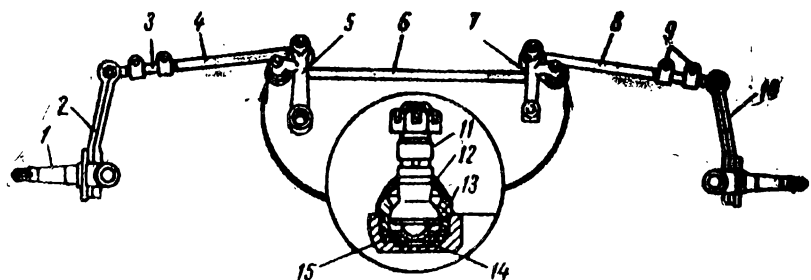

Рис. 47
Задание 104. I. Какая трапеция единая (неразрезная) или расчлененная (разрезная) представлена на рис. 47?
II. Какими цифрами на рис. 47 обозначены поворотные цапфы, поворотные рычаги, маятниковый рычаг и рулевая сошка?
III. Какими цифрами на рис. 47 обозначены средняя и боковые тяги?
IV. Какими деталями регулируют сходжение колес (рис. 47) при разрезной трапеции?
V. Назовите детали, обозначенные на рис. 47 цифрами 11, 12, 13, 14, 15?